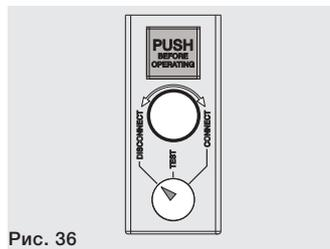

Рис. 36
- автоматический выключатель находится в положении **«ВЫКАЧЕН - DISCONNECT»** (см. Рис. 36).